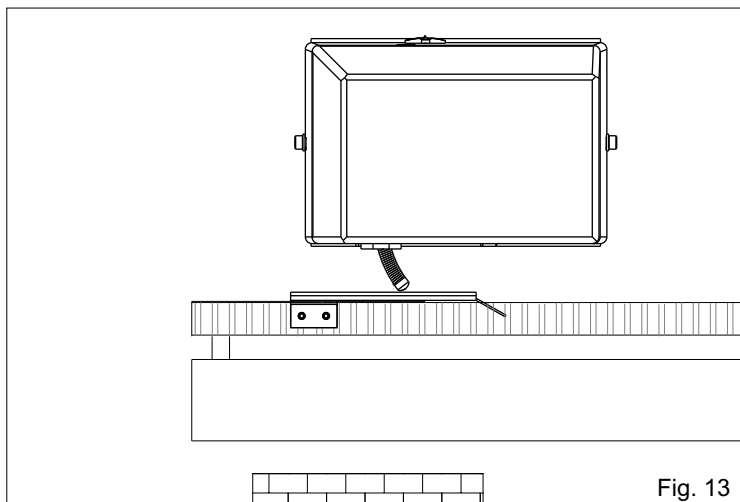
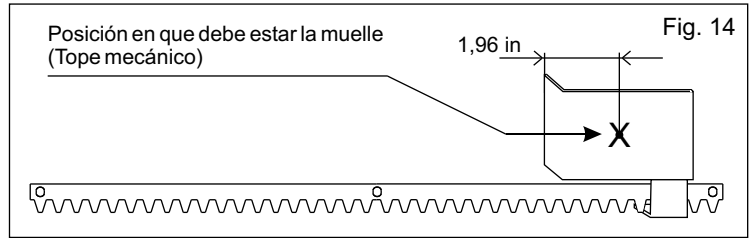
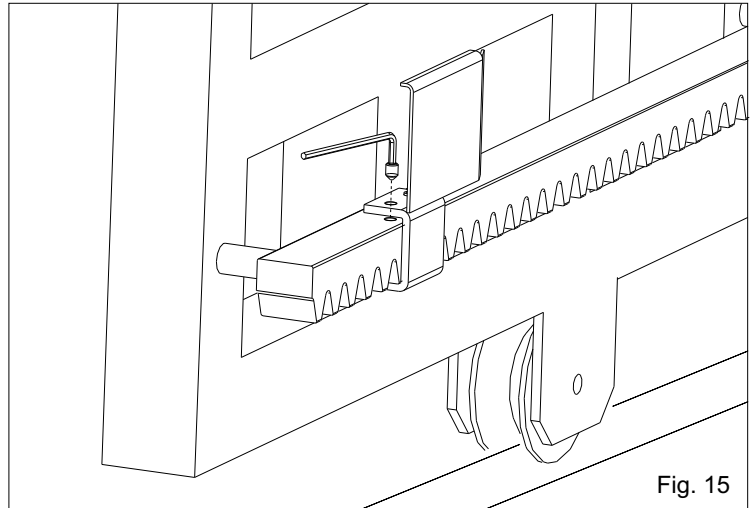

Fig. 13
Fig. 14
Fig. 15
- Posicionar la plaquita sobre la cremallera para que el tope (muelle en caso de tope mecánico (Fig. 13)) en correspondencia del punto X que está a 1,96 in desde el lado doblado de la plaquita (Fig. 14) y fijarla con los tornillos en dotación (Fig. 15).
- Posicionar la plaquita sobre la cremallera para que el tope esté en correspondencia del punto X que está a 1,96 in desde el lado doblado de la plaquita (Fig. 14) y fijarla con los tornillos en dotación (Fig. 15).